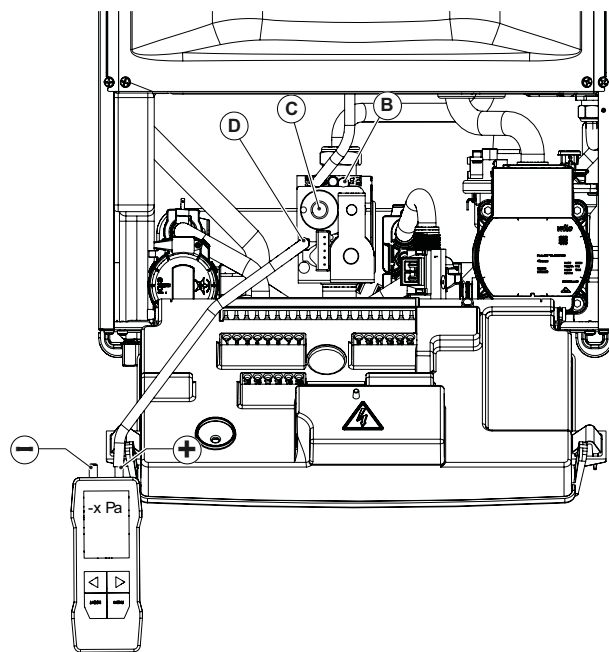

Fig. 35 Regulación presión de offset
- Abrir el tornillo de la toma de presión de offset **D** y conectarla a la entrada positiva (\*) del manómetro diferencial (ver Fig. 35 Regulación presión de offset).